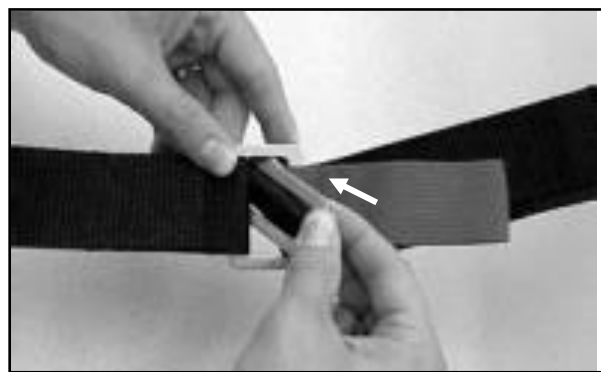

Figure 11 - Ouverture des boucles
2. Pour ouvrir la boucle, desserrer en premier lieu la sangle comme au point 1, puis tourner la boucle à trois barres d'angle et la faire passer vers le bas à travers la fente à l'intérieur de la boucle à deux barres (figure 11).